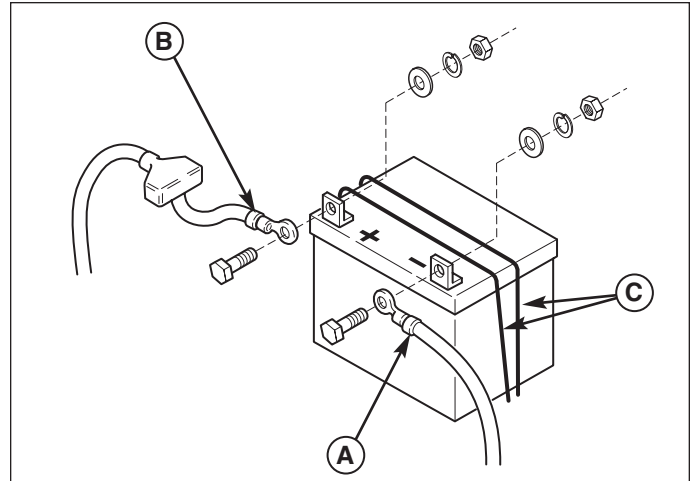

Figure 11. Batterie
1. Débrancher les câbles de la batterie, le négatif en premier (A, figure 11).
2. Retirer la bride de maintien de la batterie (C) et la batterie.
5. Remettre la batterie dans son compartiment et l'assujettir avec la bride (C).
6. Rebrancher les câbles de la batterie, positif en premier (B).